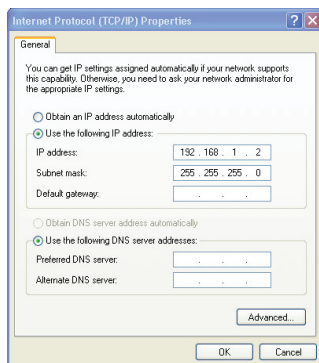

Рис. 7. Окно свойств интернет-протокола (TCP/IP)
На рис. 7 показаны запросы на получение данных EDID и результаты.
6. Выберите **Use the following IP Address (Использовать следующий сетевой адрес)** и заполните поля в соответствии с рис. 7.